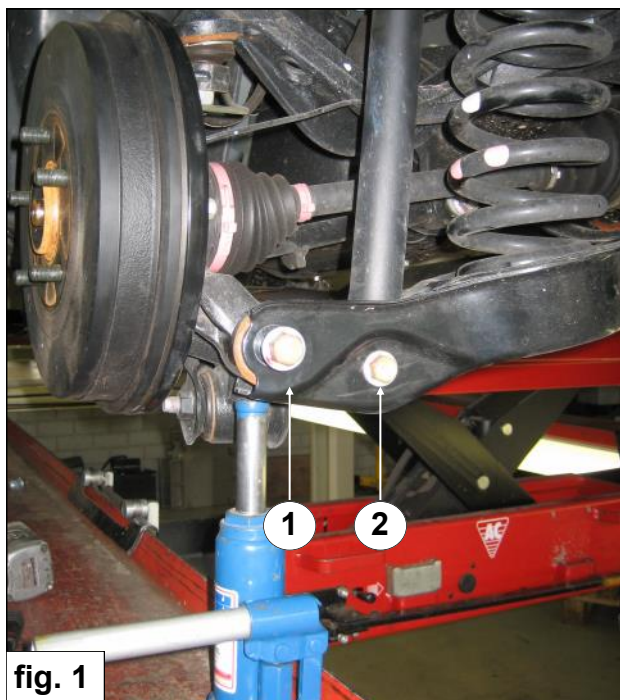

fig. 1
2. Unterstützen Sie den Tragarm und entfernen Sie den Tragarmbolzen an die Rad Seite 1. Siehe Fig. 1. **Achten Sie darauf dass der Tragarm unter Federspannung ist.**
2. Soutenez le bras de suspension et enlevez le boulon du bras de suspension côté roue 1. Voir fig. 1. **Attention: le bras de suspension est sous tension.**